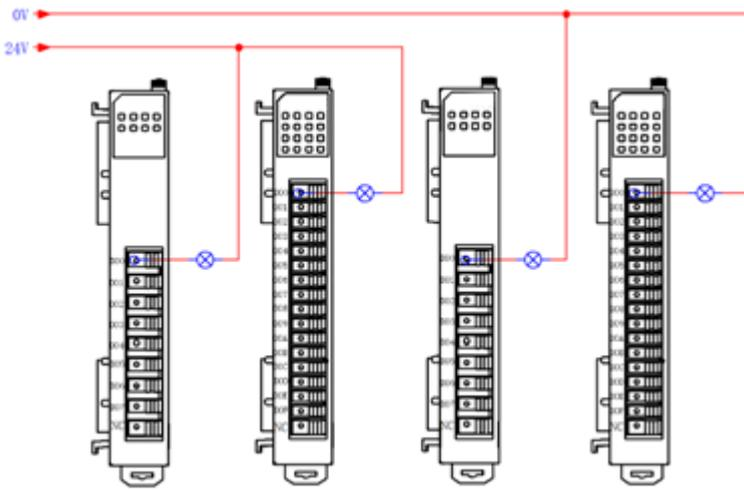

Рисунок 4-13. Схема подключения модулей SM310802/SM310H04
- На рис. 4-13 показана схема подключения модуля SM310802/SM310H04.